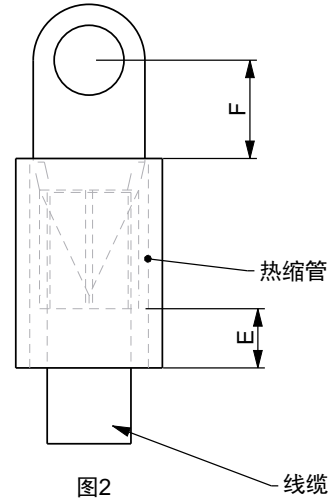

图2
- 应将线缆压接到符合UL标准的环型接线片中，然后再连接绝缘热缩管，该热缩管应符合UL和CSA标准，可承受600Vac电压，YUPU2，请参见图2了解热缩管的规格。